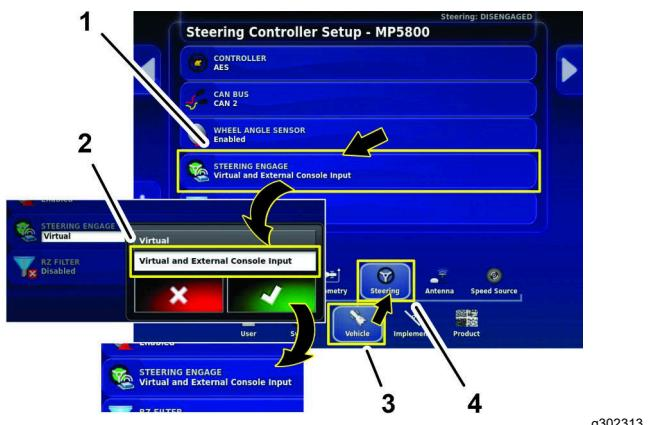

Figura 160
- Prima o ícone VEHICLE e prima o ícone STEERING (Figura 160).
- Prima o ícone STEERING ENGAGE (Figura 160).
- Na caixa de diálogo, prima o ícone VIRTUAL AND EXTERNAL CONSOLE INPUT e prima o ícone de confirmação (Figura 160).